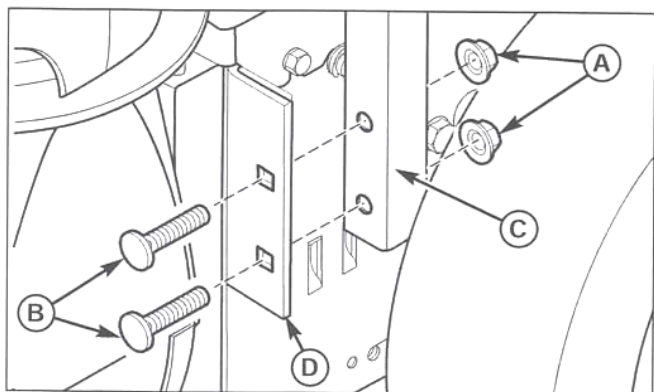

Рис. 32. Снятие нижней трубы
10. Снимите две шестигранные гайки 5/16-18 (А, рис. 32), и два болта с квадратным подголовком 5/16-18x1-1/2 (В), удерживающих колено трубы (С) на опорной пластине (D).
16. Установите желоб и поворотный механизм, снятые ранее (см. рис. 32 и 33). Затяните все гайки с моментом 15 Нм (11 фунт-сила).